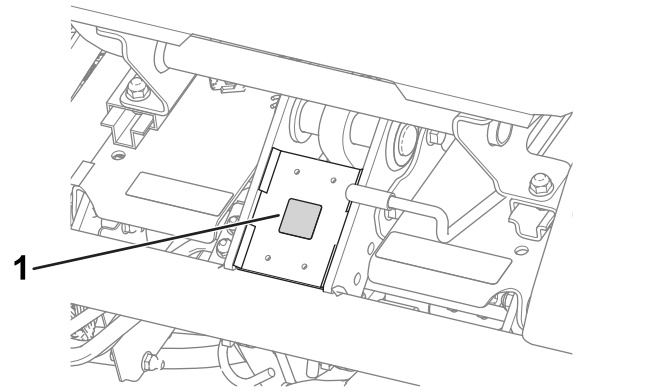

Figure 14
- Apposez l'autocollant de marque de conformité CE (réf. 93-7252) sur le cadre, sous l'avant du siège (Figure 14).